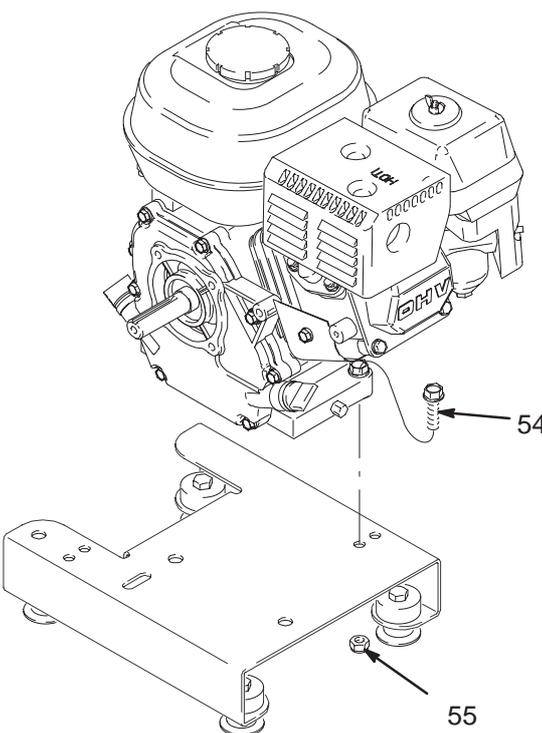

Fig. 14
3. Fig. 14. Saque las dos contratuercas (55) y los tornillos (54) de la base del motor.
2. Fig. 14. Instale los dos tornillos (54) en la base del motor y sujételo con las contratuercas (55).